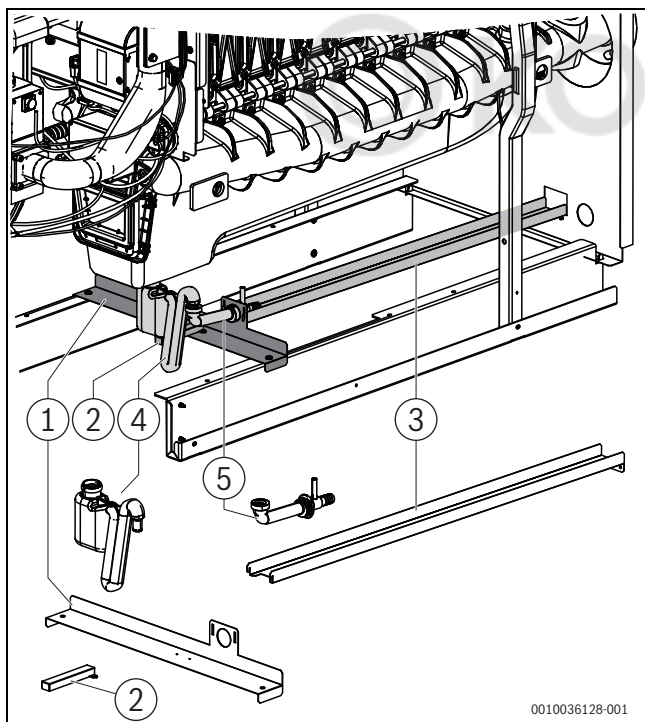

Рис. 22 Монтаж слива конденсата
- ▶ Опорный лист сифона (→Рис. 22, [2]) привинтите к креплению сифона [1] и вместе установите на поперечную балку.
- ▶ Подвесьте крепление шланга (→Рис. 22, [3]) в крепление сифона и привинтите к задней стенке котла.
Котел также можно оснастить устройством нейтрализации (дополнительное оборудование) для нейтрализации конденсата. Устройство нейтрализации размещается вместо крепления шланга (→Рис. 22) под котлом.